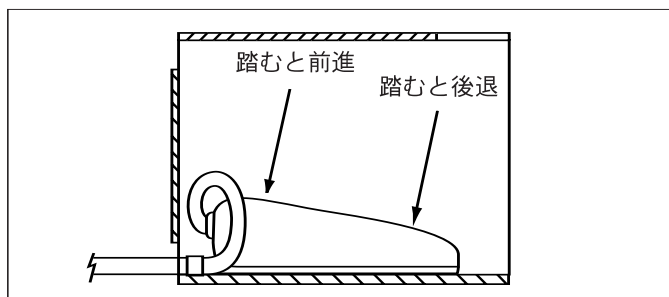

図1
1. 前進の場合は、フットスイッチのコード側の端、後退の場合はその反対側の端を踏みます(図1参照)。